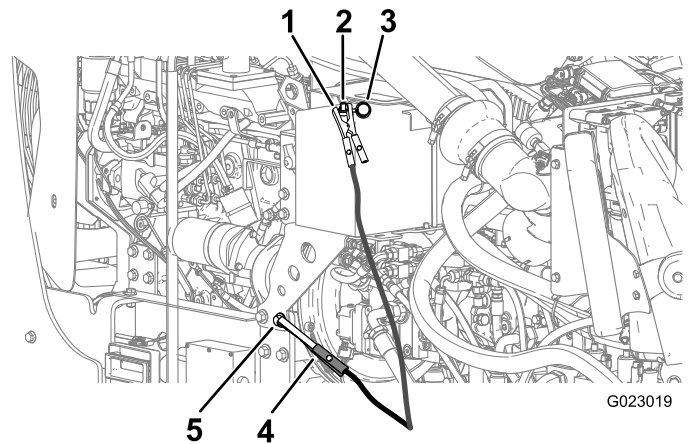

Bild 94
- Nehmen Sie die Abdeckung vom Starthilfepol ab (Bild 94).
- Schließen Sie das positive Starthilfekabel (+) am Starthilfepol an (Bild 94).
- Schließen Sie das negative Starthilfekabel (-) an die Erdung an, wie eine unlackierte Schraube oder einen Rahmenträger (Bild 94).
- Wenn der Motor anspringt, muss die zweite Person das negative Starthilfekabel (-) vom Rahmen und dann das positive Starthilfekabel (+) trennen (Bild 94).